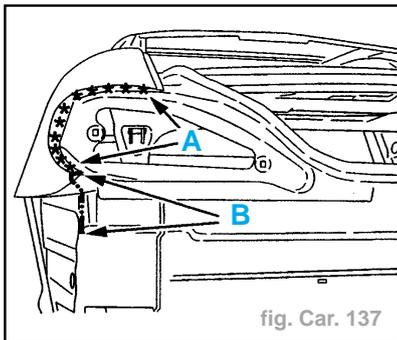

fig. Car. 137
- Découper par fraisage des points (suivant **A**) (fig. Car. 137).